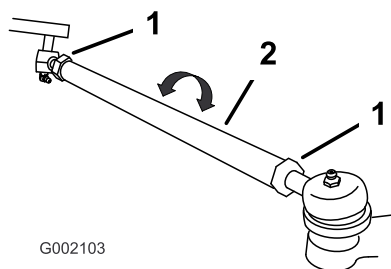

Figura 43
3. Se os resultados da medição não estiverem dentro dos valores estabelecidos (consulte previamente as dimensões e os parâmetros), desaperte as porcas em ambas as extremidades das barras (Figura 43).